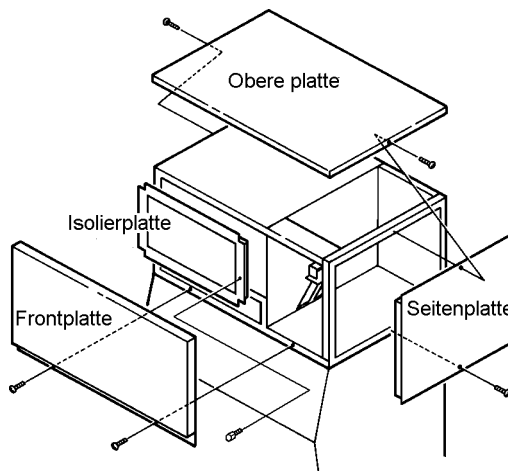

Abb. 1
2. ABNAHME DER PLATTEN - Siehe Abbildung 1